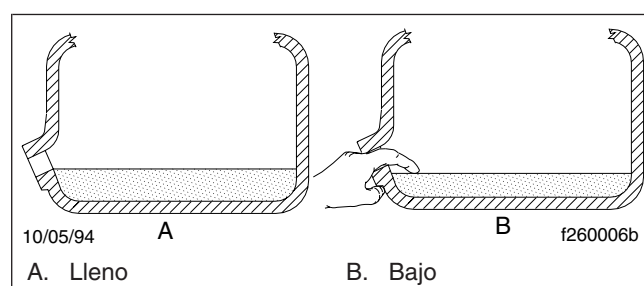

Figura 1, Revisión del nivel de aceite de la transmisión
2. Revise el nivel de aceite en la transmisión. Vea la Figura 1.
1. Añada líquido hasta que esté al nivel del borde inferior de la abertura de llenado. Vea la Figura 1. Si la transmisión tiene dos aberturas de llenado, añada líquido hasta el nivel de ambas. Vea en la Tabla 1 los lubricantes de transmisión.